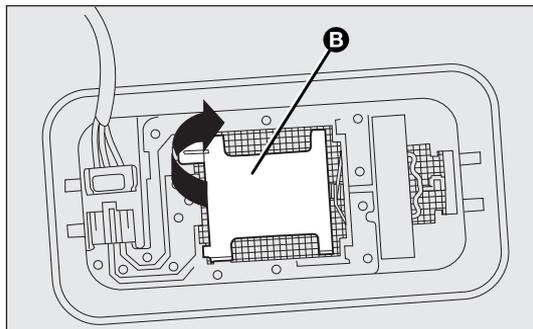

fig. 169
- ouvrir la couverture B-fig. 169 comme indiqué ;
- refermer la couverture B-fig. 169 et fixer le plafonnier dans son logement en s'assurant de son blocage.